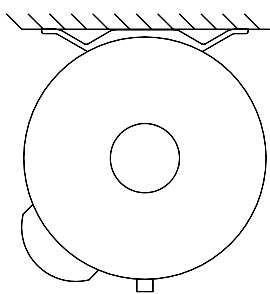

Fig. 9
- Fig.9 horizontal tubes sur virole au plafond
- Fig.9 horizontal tubes on collar on the ceiling